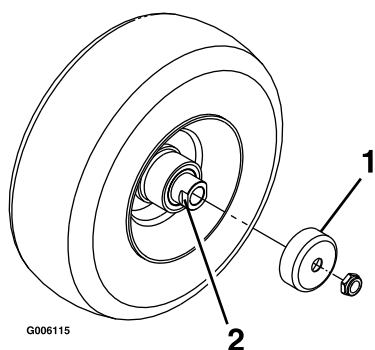

**Figura 34**
7. Retire el adaptador de engrase del punto de engrase. Instale el tapón hexagonal y la tapa (Figura 34).